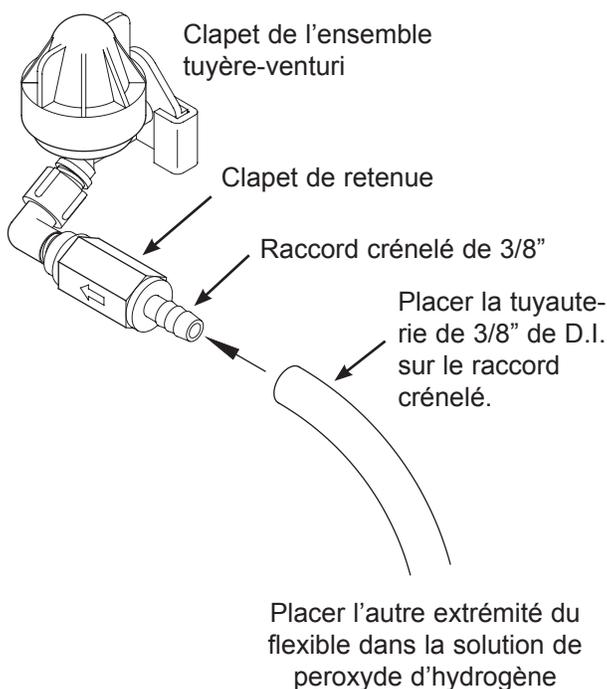

FIG. 12
3. Raccorder un flexible d'un D.I. de 3/8" sur le raccord crénelé du clapet de retenue de la pompe aspirante (voir figure 12).